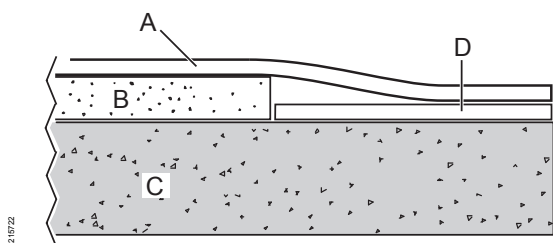

Fig. 17: Løsne toppduken på baksiden.
7. La toppduken (A på Fig. 17) ligge løs bak.